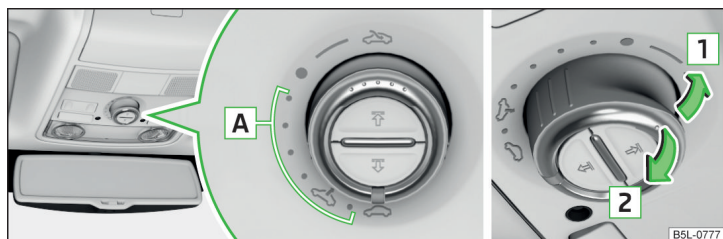

Fig. 43 Commande confort du toit ouvrant coulissant/relevable
Commande du toit ouvrant coulissant/relevable » fig. 43
Le toit coulissant/relevable est équipé d'un dispositif de limitation de force. Le toit coulissant/relevable stoppe et repart en arrière de quelques centimètres s'il ne peut pas se fermer à cause d'un obstacle (par ex. glace). Le toit coulissant/relevable peut être complètement fermé sans dispositif de limitation de force, en tirant l'encoche du commutateur dans le sens de la flèche 2 » fig. 43 jusqu'à ce que le toit coulissant/relevable soit complètement fermé.
- Placer le bouton rotatif sur la position ↻ » fig. 43 à la page 66.